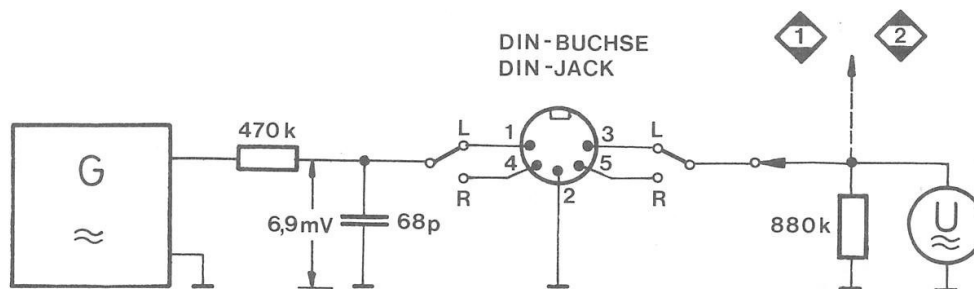

Fig. 6
- a) Prüfaufbau gemäß Fig. 6 erstellen.
- d) NF-Generator auf 333 Hz 6,9 mV einstellen. Gerät auf Aufnahme schalten und mit dem RECORD LEVEL-Regler an MP ① (L) bzw. MP ② (R) 580 mV einstellen.
- e) Mit dieser Einstellung mehrmals aufnehmen und wieder abspielen. Die Potentiometer AVR 102 (L) bzw. AVR 202 (R) vor jeder Aufnahme in kleinen Schritten so weit verstellen, bis auch während der Wiedergabe 580 mV an MP ① (L) bzw. MP ② (R) anliegen.
- a) Provide test set up in accordance with Fig. 6.
- d) Set AF-generator to 333 Hz, 6.9 mV. Set the unit to recording mode and adjust 580 mV on MP ① (L) and MP ② (R) by means of the RECORD LEVEL control.
- e) Record and playback at this adjustment several times. Adjust potentiometers AVR 102 (L) and AVR 202 (R) prior to every recording in small increments until 580 mV are present at MP ① (L) and MP ② (R) also during playback.
- NF-Voltmeter an MP 3 und MP 4 für den linken Kanal bzw. an MP 5 und MP 6 für den rechten Kanal anschließen. Mit VR 304 (L) bzw. VR 305 (R) 9 mV Spannungsabfall einstellen (Grobabgleich).
- Meßaufbau gemäß Fig. 6 erstellen. NF-Generator auf 333 Hz, 6,9 mV einstellen.
- Mit dem RECORD-LEVEL-Regler in Stellung RECORD an MP 1 (L) bzw. MP 2 (R) 30 mV einstellen.
- Connect the AF-voltmeter to MP 3 and MP 4 for the left channel, and to MP 5 and MP 6 for the right channel. Set to recording mode. Adjust a voltage drop of 9 mV by means of VR 304 (L) and VR 305 (R) (rough alignment).
- Provide a measurement circuit in acc. with Fig. 6. Adjust the AF-generator to 333 Hz, 6,9 mV.
- Set 30 mV on MP 1 (L) and MP 2 (R) by means of the RECORD LEVEL control in the RECORD position.
- Record and playback several times at 333 Hz and 14 kHz. During playback the level of the 14 kHz-signal must be within the -3 dB to +1 dB interval with reference to the level of the 333 Hz signal. If it is below -3 dB, the potentiometer concerned VR 304 (L) and VR 305 (R) must be turned gradually in clockwise direction until the level is correct (Reduction of bias). If the level exceeds +1 dB, the potentiometer, the potentiometer concerned must be gradually turned in a counterclockwise direction (Increasing bias).